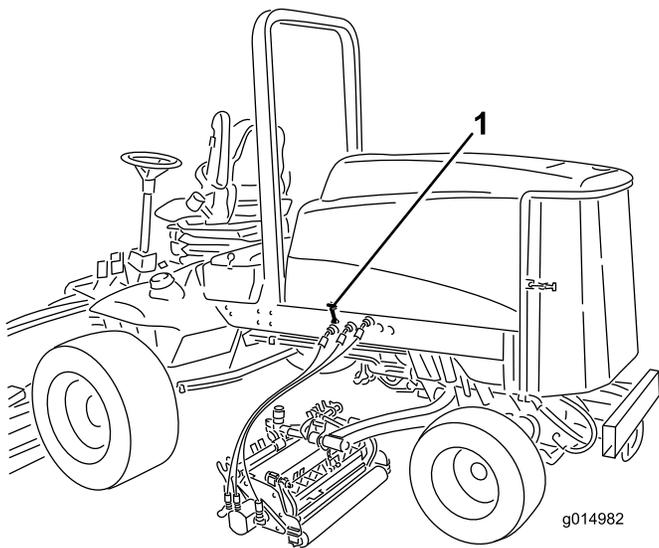

Figure 4
1. Débranchez le verrou du capot de son support (Figure 4).